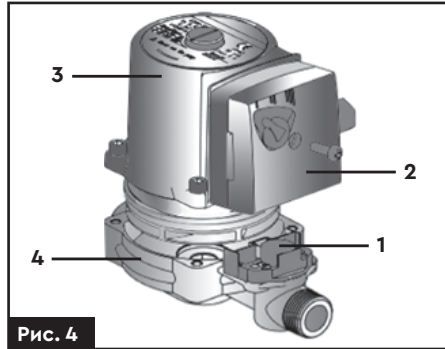

Рис. 4
Категорично забороняється змінювати положення статора (3) та клемної коробки (2) відносно корпусу насосної частини (4) з датчиком потоку (рис. 4). Це пов'язано з тим, що клемна коробка (2) повинна бути розташована тільки над датчиком потоку (1).